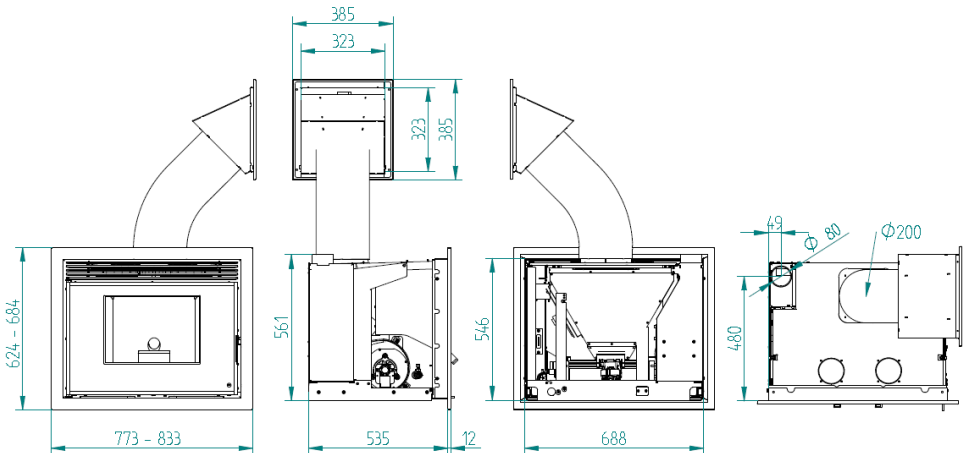

Figura 4 - Inseribile dimensioni pellet
- Come visibile in figura 4, gli anelli finitura sono inseribili per la chiusura fori grandi, dando maggiore versatilità all'inseribile. Ci sono due diverse larghezze, un 44 millimetri e un colpo per l'installazione delle apparecchiature (vedi punto 13).